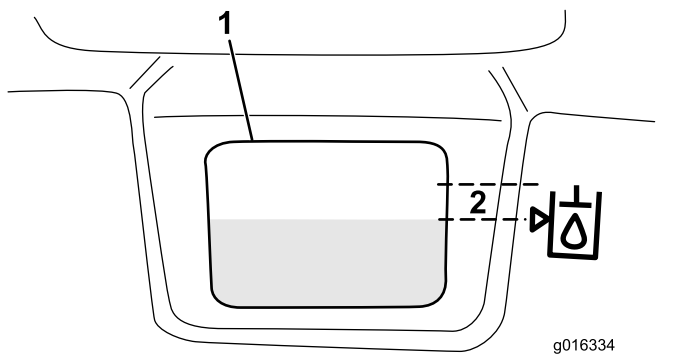

Bild 33
3. Füllen Sie den Behälter langsam mit der entsprechenden Hydraulikölsorte, bis der Ölstand beim Pfeil oder in einem Bereich von 6 mm vom Pfeil im Symbol neben dem weißen Schauglas vorne am Behälter liegt (Bild 33). Füllen Sie nicht zu viel ein.